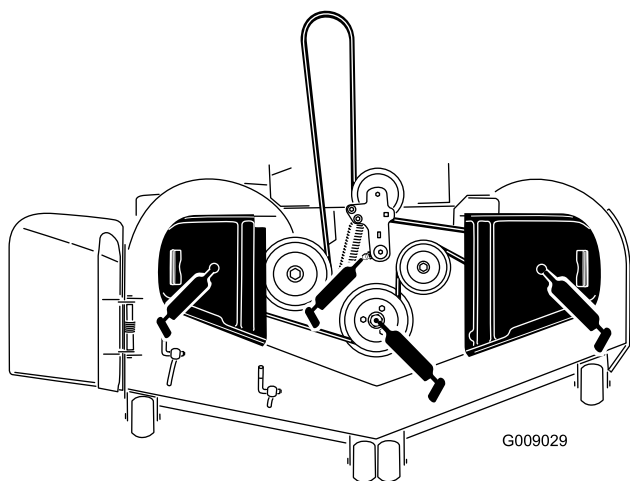

Figura 43
3. Lubrificare il perno della puleggia tendicinghia del piatto di taglio finché non fuoriesce grasso dalla parte inferiore (Figura 43).
4. Ingrassate i 3 cuscinetti del mandrino finché il grasso non fuoriesce dalle guarnizioni inferiori (Figura 43).